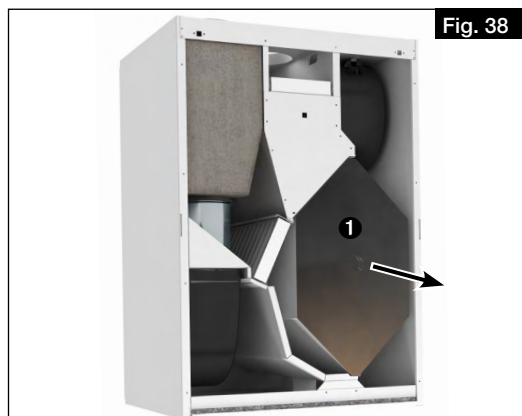

Fig. 38
3. Retirer l'échangeur à contre-courant ❶ avec précaution de l'appareil (voir Fig. 38).